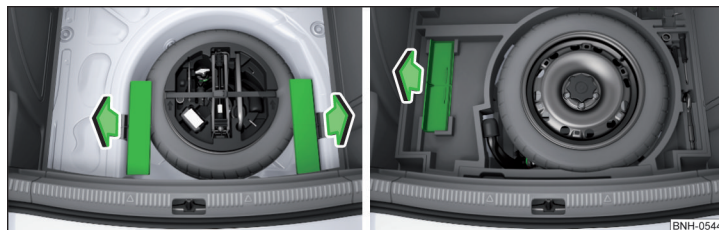
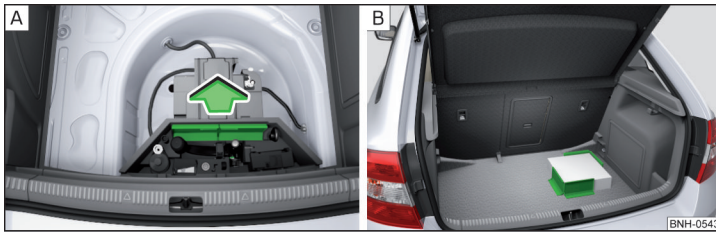

Abb. 110 Cargo-Elemente herausnehmen: Variante 1 / Variante 2
Abb. 111 Cargo-Elemente herausnehmen: Variante 3 / Befestigungsbeispiel der Ladung
- Zum **Gebrauch** die Cargo-Elemente in Richtung der Pfeile herausnehmen » Abb. 110 und » Abb. 111 - [A].
- Die Ladung mittels der Cargo-Elemente möglichst in der Nähe der Rücksitze befestigen » Abb. 111 - [B].